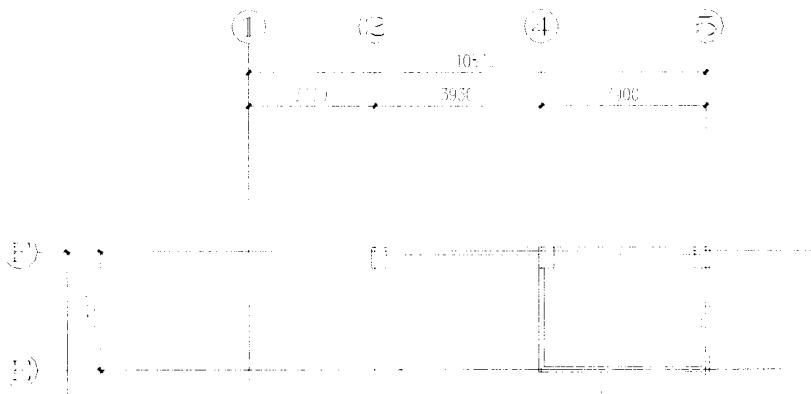

图 1-12 F 轴柱子示例
- (5) 同上生成 F 轴 (2, F)、(4, F)、(5, F) 上的 3 个柱子。与步骤 (3) 的操作方法基本相同，选取并自由复制 (4, D)、(5, D) 2 个柱子时，向上移动 5350，即生成 D 轴上的 (4, F)、(5, F) 2 个柱子，再复制 (4, F) 并向左移动 3960 生成 (2, F)，如图 1-12 所示[注意：可以将 2 轴向左偏移 (Offset) 90 作为辅助线，用以对齐 F 轴柱子，把 (2, F) 柱子左边对齐辅助线即可，确认后应删除辅助线]。